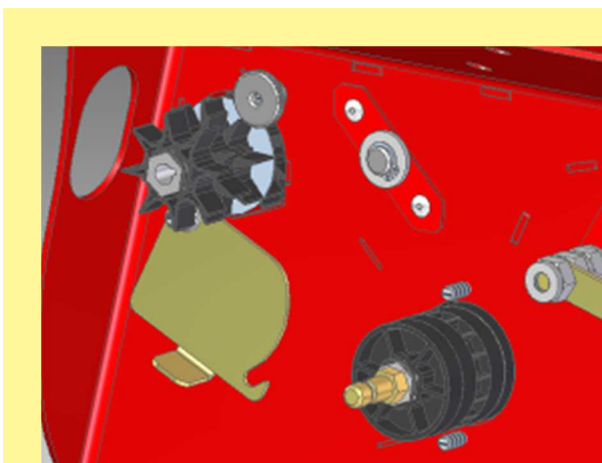

Abbildung 31
- Nun kann die neue Säwelle wieder in das Gerät eingebaut werden (Abbildung 31).